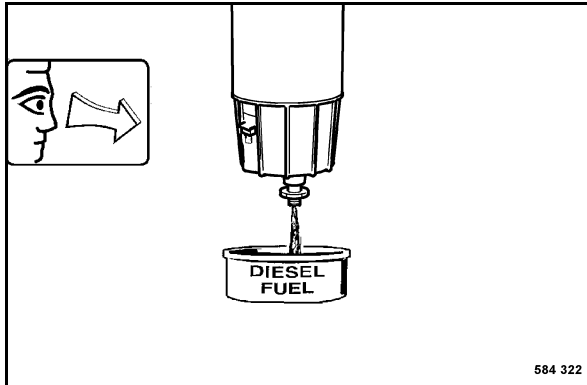

fig. 141
- Desserrer le bouchon de vidange (fig. 141) de quelques tours et recueillir le carburant/eau écoulé.